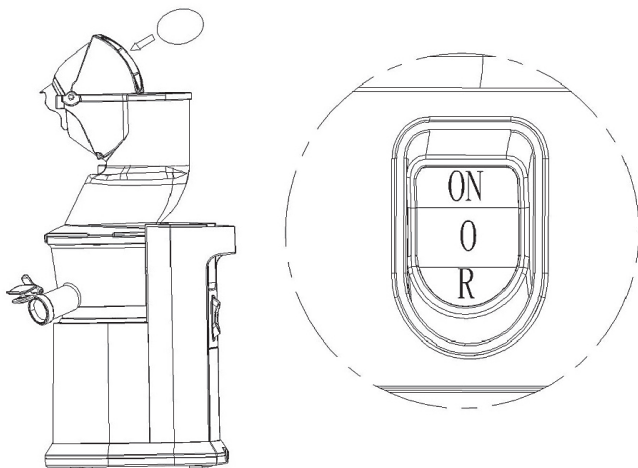

Рис. 6
3. Переключатель шнековой соковыжималки имеет 3 положения (Рисунок 6)